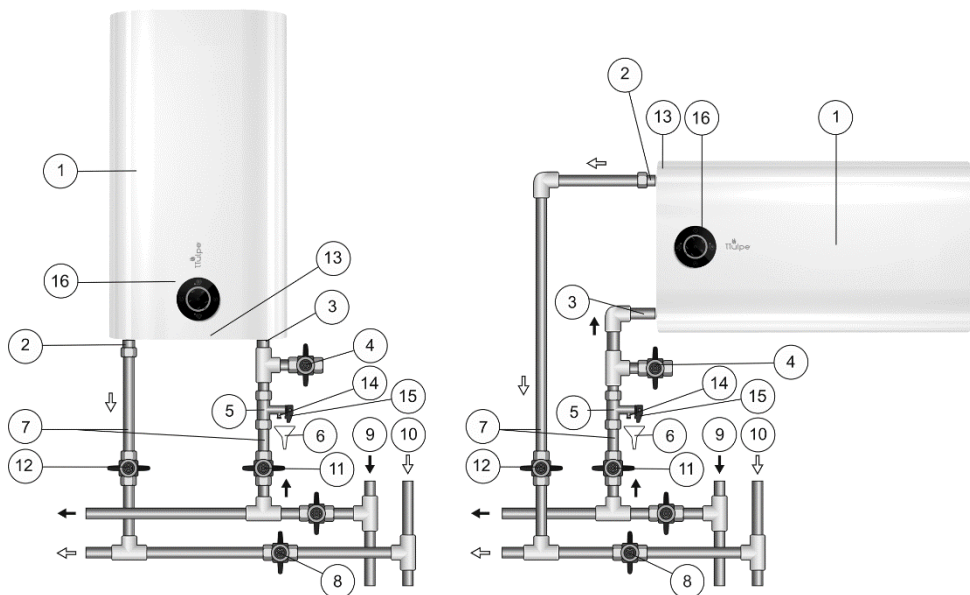

Fig. 1. Schema del collegamento idraulico dello scaldacqua
Montare la valvola di sicurezza (Fig. 1, pos. 5) all'entrata dell'acqua fredda (Fig. 1, pos. 3), un raccordo con anello di colore blu, a 3,5-4 giri assicurando la tenuta idraulica del collegamento con qualsiasi materiale di guarnizione (lino, nastro Teflon, etc.).
Il collegamento idraulico si effettua secondo le indicazioni riportate sulla Fig. 1 esclusivamente a mezzo dei tubi di rame, tubi multistrato di tipo «M-pipes» (costituite da strati polimerici e metallici) o di plastica oppure dei raccordi flessibili idraulici. È vietato l'utilizzo dei raccordi flessibili idraulici già usati. Si consiglia di alimentare lo scaldacqua con l'uso di filtro defangatore montato sulla tubazione di acqua fredda (non in dotazione).
Fig. 1: 1 – Scaldacqua, 2 – raccordo per l'uscita dell'acqua calda, 3 – raccordo per l'entrata dell'acqua fredda, 4 – rubinetto di scarico (non in dotazione), 5 – valvola di sicurezza, 6 – scarico alla canalizzazione (non in dotazione), 7 – tubi di alimentazione, 8 – chiudere il rubinetto quando lo scaldacqua è in uso, 9 – tubo di acqua fredda, 10 – tubo di acqua calda, 11 – rubinetto dell'alimentazione di acqua fredda, 12 – rubinetto dell'uscita di acqua calda, 13 – calotta di protezione, 14 – attacco di scarico della valvola di sicurezza, 15 – leva di apertura della valvola di sicurezza, 16 – manopola di controllo.
Dopo che il collegamento idraulico sia effettuato assicurare che il rubinetto di intercettazione di acqua fredda dello scaldacqua sia aperto e che rubinetto di intercettazione di acqua calda dello scaldacqua (Fig. 1, pos. 8) sia chiuso. Aprire il rubinetto dell'alimentazione dello scaldacqua con l'acqua fredda (Fig. 1, pos. 11), il rubinetto dell'uscita di acqua calda dallo scaldacqua (Fig. 1, pos. 12) ed il rubinetto dell'acqua calda sul miscelatore per consentire l'uscita dell'aria interna dallo scaldacqua. Al riempimento completo dello scaldacqua si verificherà un flusso costante dal miscelatore. Chiudere il rubinetto dell'acqua calda sul miscelatore. Nel caso di collegamento dello scaldacqua nei locali non dotati dell'impianto d'alimentazione idrica è consentito l'alimentazione dello scaldacqua con l'acqua da un serbatoio installato all'altezza minima di 5 metri dal punto superiore dello scaldacqua oppure da un serbatoio ausiliario a mezzo di una stazione di pompaggio.
NB: per facilitare la manutenzione dello scaldacqua durante il suo uso si consiglia d'installare il rubinetto di scarico (Fig. 1, pos. 4) in conformità alle indicazioni fornite sulla Fig. 1 (per i modelli non dotati del raccordo di scarico (non è in dotazione)).